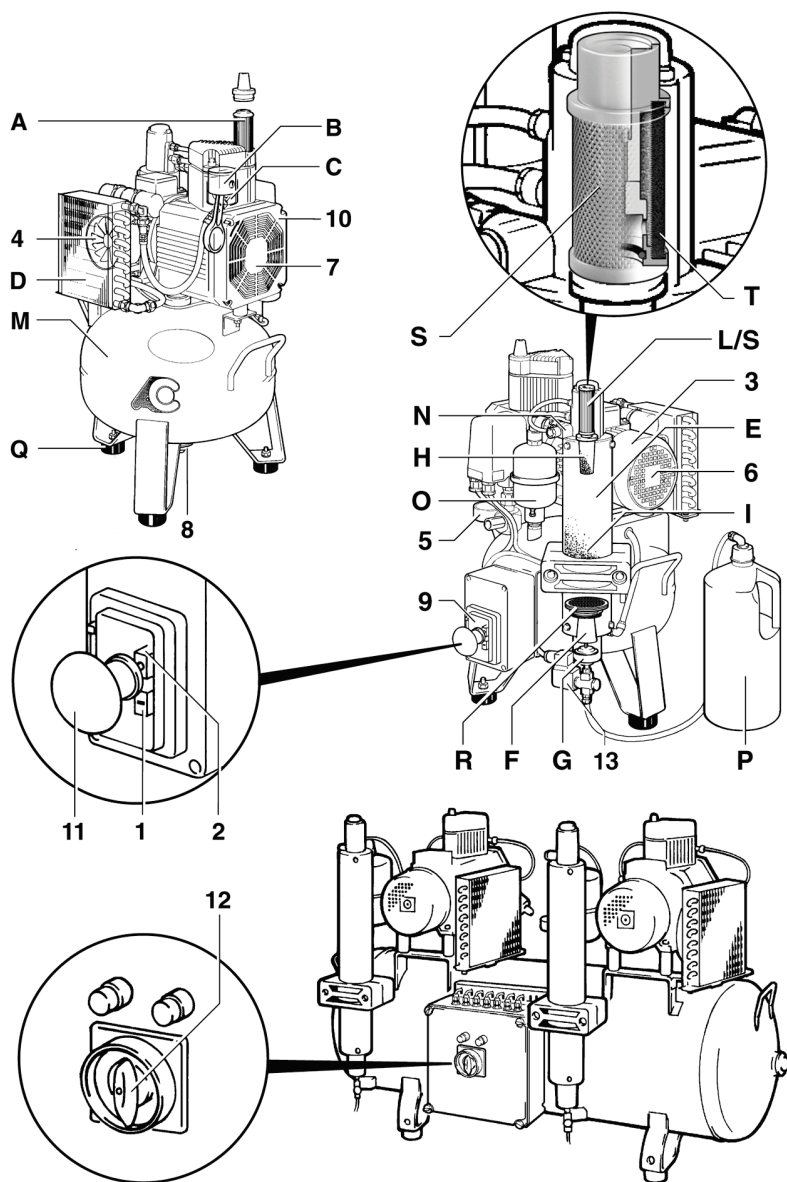

Рис. 1
Если компрессор установлен в пыльном помещении или там, где в него могут попасть крупные частицы мусора, песок, сухие листья и т. п., нужно очень часто очищать и заменять фильтры на головках компрессора. Если компрессор установлен в чистом помещении, то достаточно очищать фильтр (А) (см. рис. 1) каждые 3 месяца и заменять его каждые 6 месяцев. Если установлен стерилизующий фильтр Balston (S), изготовитель рекомендует стерилизовать его в автоклаве при температуре 135°C по меньшей мере каждые 6 месяцев, но не более 20 раз. При снятии фильтра Balston рекомендуется надеть одноразовые перчатки и сразу же поместить фильтр в автоклав.
Когда компрессор подключен к электросети и воздушной магистрали, для включения нажмите черную кнопку (1) (см. рис.1).
Состав компрессора представлен на рис. 1
Воздух в компрессоре несколько раз фильтруется и проходит через силикагелевую смесь, которая адсорбирует влагу в температурном диапазоне от +5°C до +35°C. Перерыв в работе, необходимый каждому компрессору, используется для восстановления силикагеля (см. ниже). Профильтрованный и осушенный воздух считается пригодным для инструментов и безопасен для лечения зубов с гигиенической точки зрения. Качество воздуха может быть улучшено с помощью стерилизующего фильтра (S) (см. рис. 1), установленного на выходе. Фильтр-картридж "SA" Balston с фильтрующей сеткой (T) из микроволокон боросиликатного стекла с эффективностью 99,9999+% поглощает частицы 0,01 μ. Фильтры Balston можно стерилизовать в автоклаве при температуре 135°C (max. 20 циклов); при использовании чистого воздуха срок службы фильтра около 1 года, если условия работы не потребуют более частой замены фильтра. Воздух считается чистым, если, проходя по достаточно короткому трубопроводу, не вызывает термических напряжений.
Воздух попадает в цилиндр через фильтр (А) (см. рис. 1), где происходит его предварительная очистка, этот фильтр удерживает атмосферную пыль, гарантируя чистоту воздуха и обеспечивая тем самым нормальную работу поршней и цилиндров. Движение поршня (В) внутри цилиндра (С) осуществляется без смазки, покрытие поршня совместимо с покрытием внутренней части цилиндра, и поэтому не происходит существенного износа их поверхностей в результате трения.